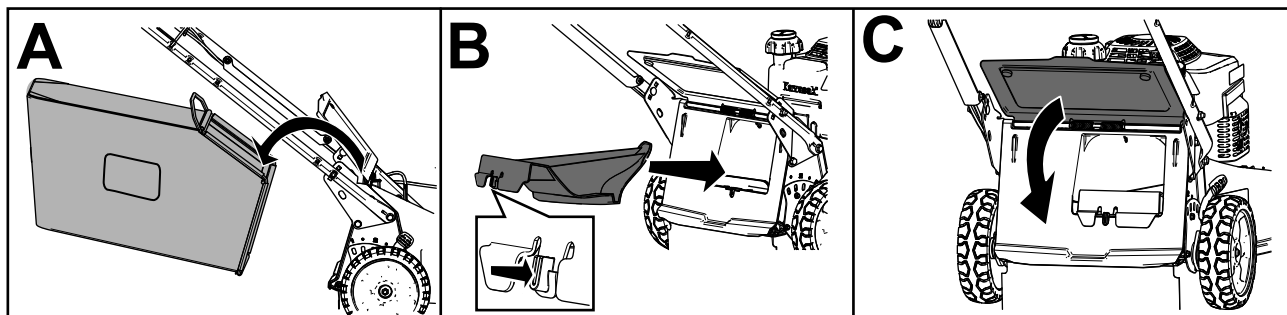

Figura 19
- Dacă sacul pentru iarbă este montat pe maină, îndepărtai-l (A din Figura 19).
- În cazul în care capacul de evacuare posterioară nu este montat, prindei-l de mâner, ridicai deflectorul din spate i introducei-l în jgheabul de evacuare posterioară până când elementul de fixare se blochează în poziție (B din Figura 19).
3. Scoateți tija sacului pentru iarbă din canelurile de la baza mânerului (A din Figura 19).
4. Montați capacul evacuării (B din Figura 19).
5. Coborâți deflectorul spate (C din Figura 19).